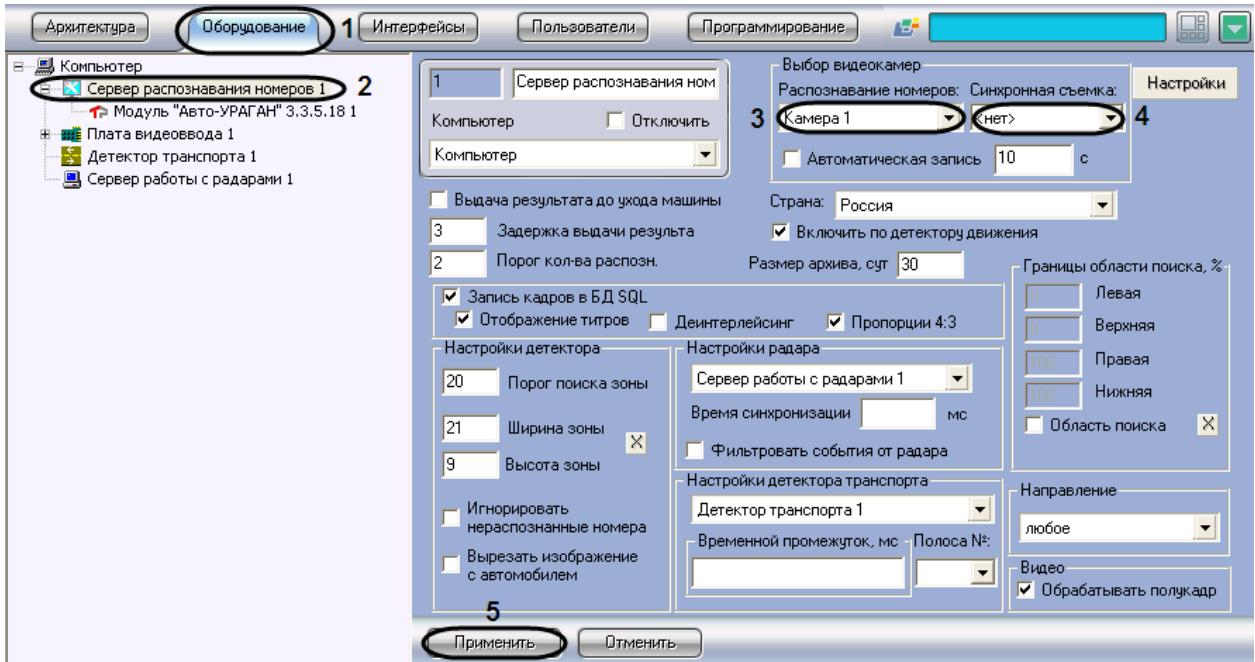

Рис. 7.2—5. Выбор объектов «Камера» для совместной работы с Сервером распознавания номеров
3. Выбрать требуемый объект «Камера» в поле «Распознавание номеров» (основная видеокамера для распознавания номеров) (см. Рис. 7.2—5, 3).
4. Выбрать требуемый объект «Камера» в поле «Синхронная съемка» (дополнительная синхронная видеокамера) (см. Рис. 7.2—5, 4).
5. Нажать кнопку «Применить» (см. Рис. 7.2—5, 5).